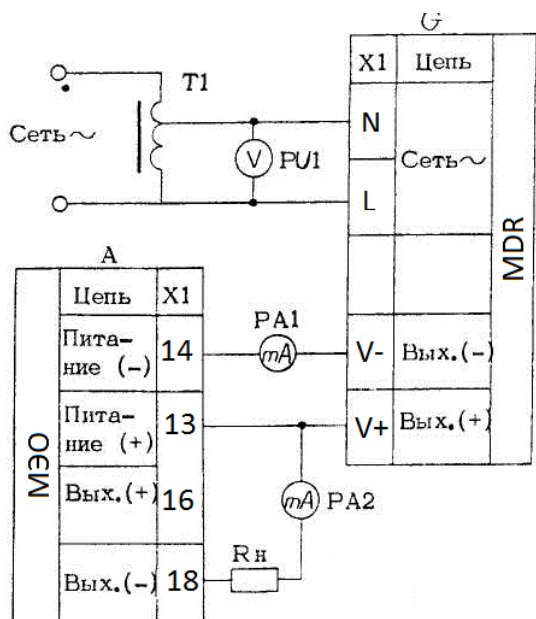

Рис. 2 Схема проверки преобразователя
5.2. Перед установкой механизма исполнительного на объект необходимо проверить работу преобразователя. Проверку производить по схеме рисунок 2. Включить напряжение питания. Перемещая выходной орган механизма убедиться в изменении выходного сигнала от начального до его максимального значения, предварительно настроив преобразователь по методике раздела б.